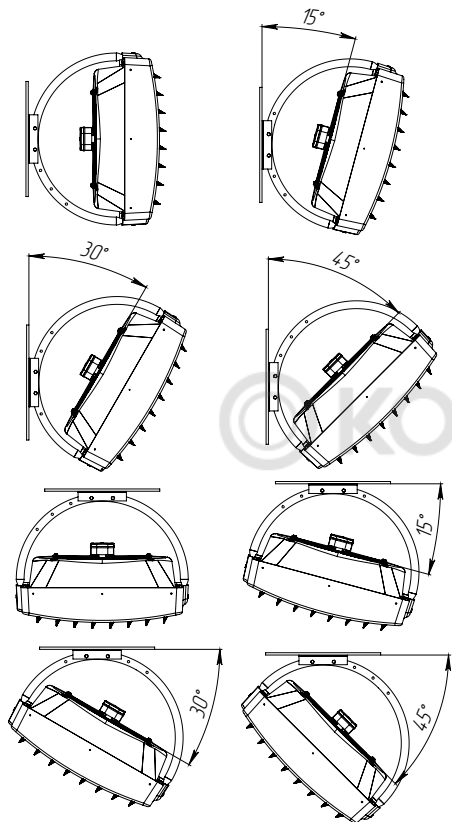

Рис.12
7.13 В р и нты уст новки тепловентилятор н кронштейне (рисунок 12). Прибор в кронштейне может монтироваться под углами: 0°, 15°, 30°, 45° к вертикальной плоскости.